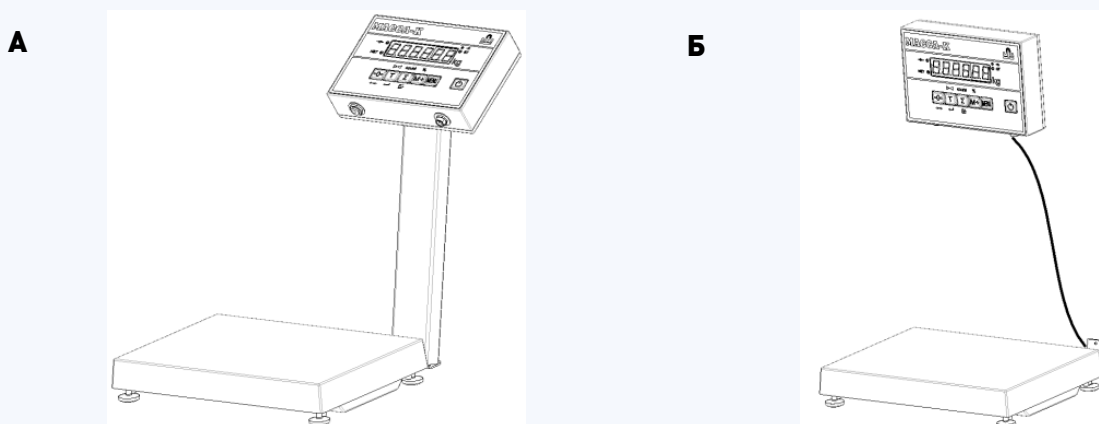

Рис.6.1. - Варианты размещения устройства управления
6. Выбрать удобный вариант размещения устройства управления для работы с весами (Рис.6.1). Собрать весы. Подключить кабель устройства весоизмерительного к устройству управления. Установить весы на устойчивом основании (столе), неподверженном вибрациям. При помощи регулировочных ножек выставить весы по ампуле уровня таким образом, чтобы пузырек воздуха находился в центре ампулы. Установить на весы грузоприемную платформу.